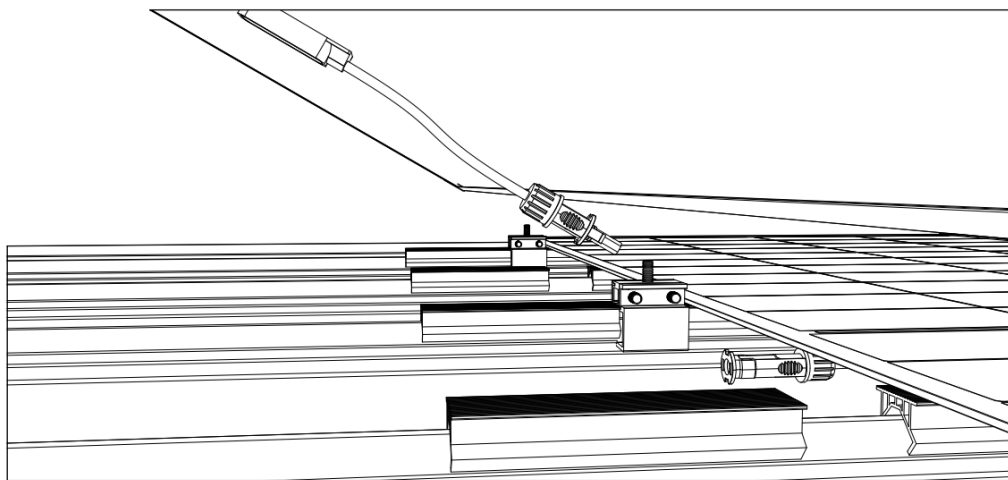

図 7
- パネルを取り付ける前に、接続端子を先に取り出し、次のパネルと接続できるように余裕を持たせておいてください。(図 7)